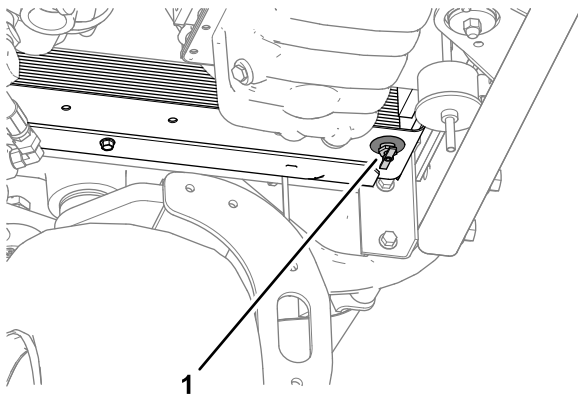

Figura 7
2. Posizionate una bacinella della capacità indicata sotto la valvola di scarico del radiatore e aprite la valvola (Figura 7).
4. Chiudete la valvola di scarico (Figura 7).